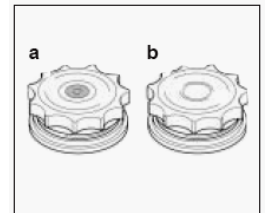

Рис. 1
■ Шланг для подачі води необхідно приєднати до водопровідного крану таким чином, щоб коли машина не використовується, подача води припинялась (рис. 1 В).
- кришка контейнера для солі з індикатором зеленого кольору (рис. 1а), який залишається видимим весь час, коли у пристрої достатньо солі для регенерації. Коли поверхня зеленого кольору втиснута у кришку, необхідно додати у пристрій солі. Інші моделі обладнано глухою кришкою (рис. 1б). У цьому випадку, необхідно періодично виконувати перевірку рівня солі, відповідно до регулювання блоку пом'якшення води.
**2. Після цього, візьміть корзину з обох боків і підніміть її вгору (рис. 1).**
Стандартний обсяг посуду при завантаженні відображено на рис. 1 і 2.
Верхня корзина (рис. 1)
■ Тарілки можна завантажувати в один ряд (рис. 1) або у два ряди (рис. 2).